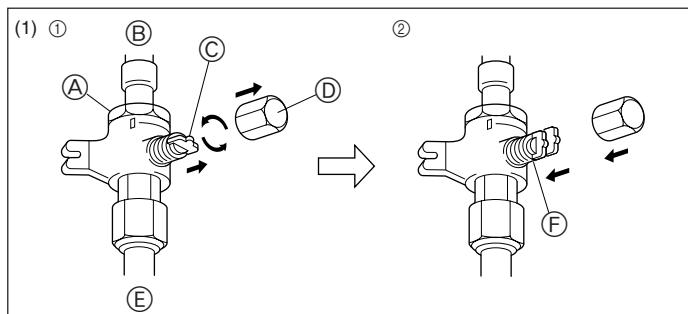
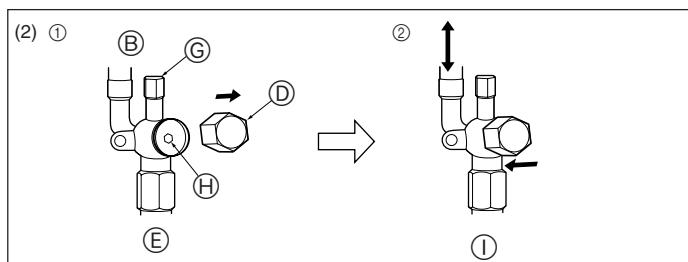

Fig. 4-5
Fig. 4-6
(1) RP2.5-6 modellerinin gaz tarafı (Fig. 4-5)
① Kapağı çıkarın, kolu kendinize doğru çekip saat yönünün tersine 1/4 devir çevirerek açın.
② Stop valfinin tamamen açık olduğundan emin olun, kolu içeri itin ve başlığı çevirerek tekrar ilk konumuna getirin.
(2) RP2.5-6 modellerinin sıvı tarafı ve RP1.6, 2 modellerinin Gaz/Sıvı tarafı (Fig. 4-6)
① Başlığı çıkarın ve 4 mm'lik bir altigen somun anahtarıyla vana cubuğu gideceği yere kadar saat yönünün tersine döndürün. Tampona dayanınca döndürmeye son verin.